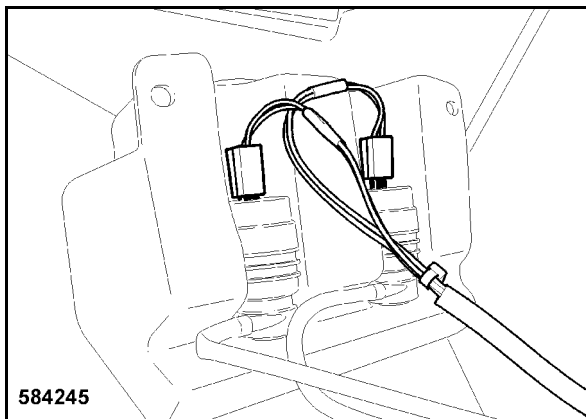

Fig. 223
- Encajar las clavijas de conexión de las bombas del lavaparabrisas (Fig. 223).